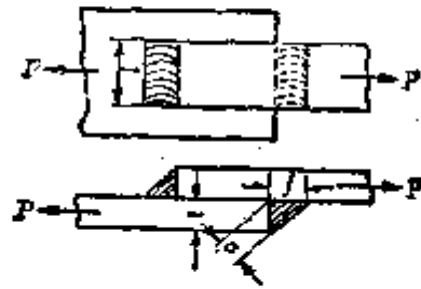

图3.9 带坡口的焊接接头的强度
【解说】 如图 3.9 所示, 在焊接区域, 焊缝表面呈鼓起伏。从板材到焊缝表面膨起的熔融金属称加强焊缝。为了安全, 在计算时加强焊缝并不计入。因此, 载荷 P 可用 (1) 式表示。